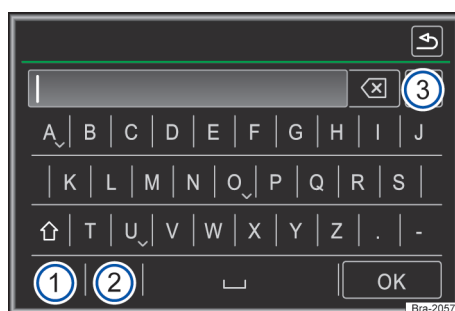

Fig. 119 Representación del principio: máscara de inserción con teclado de display.
En caso de que pueda seleccionarse menos de 99 inserciones, la cantidad de las inserciones restantes se exhibe atrás de la línea de inserción → **fig. 119** ③. El toque en este botón de función muestra las inserciones restantes en una lista. Si hay menos de 5 entradas seleccionables, la lista se abre automáticamente.